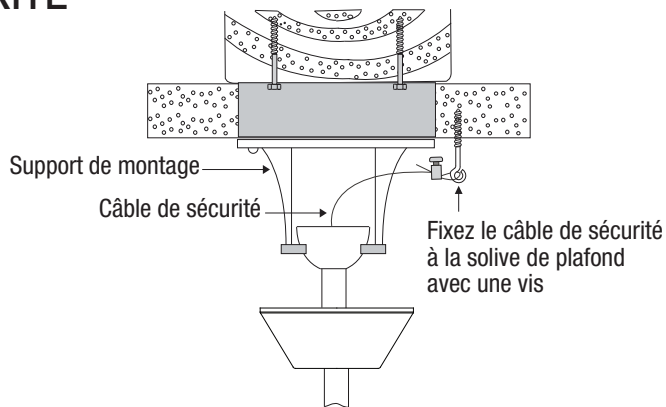

Fig. 10
Étape 1. Fixez la vis à bois à la solive de plafond, à côté du support de montage. (Fig. 10)